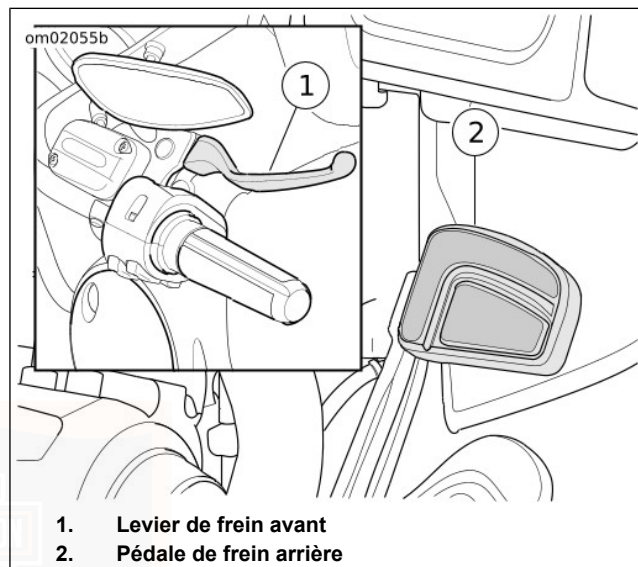

Figure 22. Commandes de freinage
Voir Figure 22. Le levier de guidon de frein avant (1) commande le frein de la roue avant. Le levier se situe sur la droite du guidon. Actionner le levier de guidon avec les doigts de la main droite.
Voir Figure 22. La pédale de frein arrière (2) commande le frein de la roue arrière. La pédale se situe sur la droite du guidon. Actionner la pédale de frein arrière avec le pied droit.